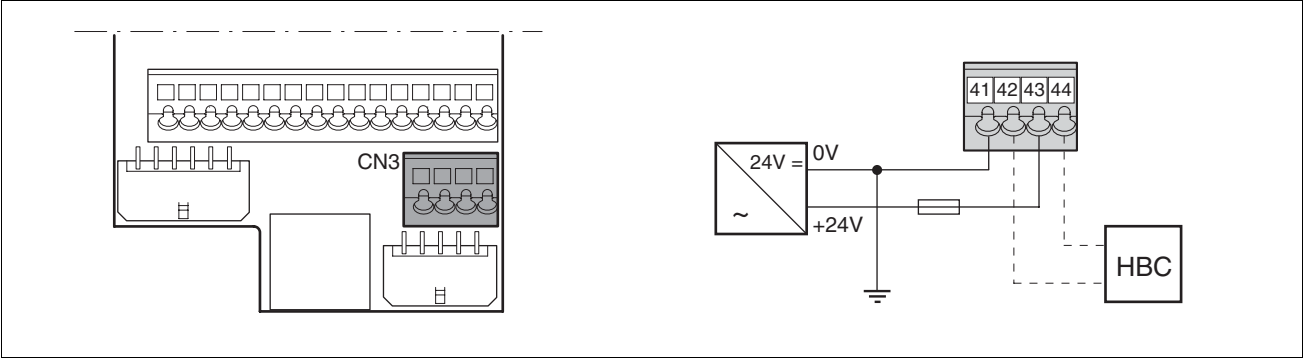

图 6.16 控制系统电源接线图
- 连接端子 CN3，针脚 42 和 44（见图 6.16）可以用作其它电器的 0V/24V 端子。此时应注意最大端子电流，参见第 3-1 页上的技术参数一项。